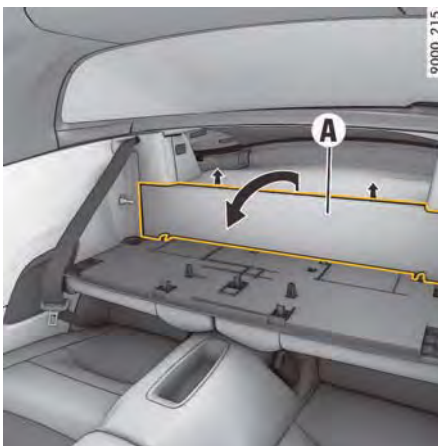

図134: リヤウォール・ライニングの取り外し
2. リヤ・ウォール・ライニングAを慎重に前方向に引いて固定ポイントから外し、上方向に取り外してください(図134)。